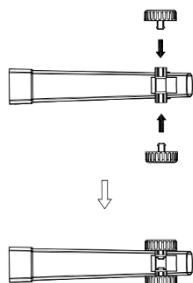
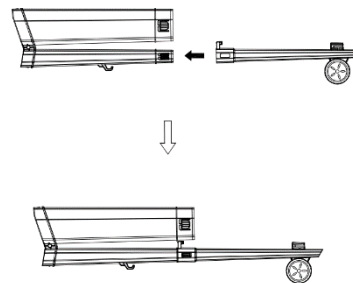
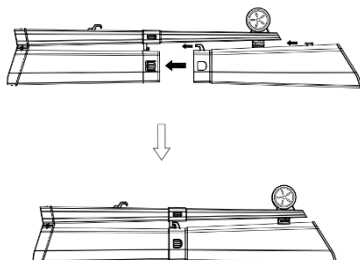
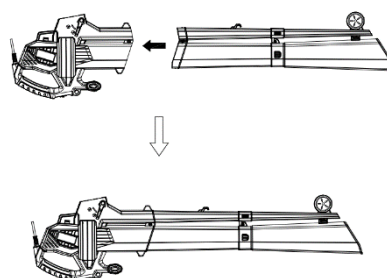

Fig. 2
Fig. 3
Fig. 4
Fig. 5
1. Assembler la roue et le tube de soufflage/aspiration (Fig.2 Fig.3 Fig.4 Fig.5)
- Retirez les deux roues et le tube de la soufflante, tenez le tube de la soufflante et installez les deux roues, voir la Fig.2.
- Retirez le tube central, faites glisser le tube de la soufflerie dans le tube central. Se référer à la Fig.3.
- Sortez le tube d'aspiration, placez le tube d'aspiration sur le tube central, le tube d'aspiration s'enclenche en place. Se référer à la Fig.4.
- Placez l'ensemble du tube dans le corps de la machine. voir Fig. 5